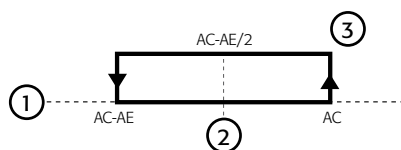

Fig. 4.l
- указывает на повышения предела между Ac и AE (выведенное расчётом: $Ac-AE/2$, смотреть Fig. 4.l);
- указывает превышение установленного значения Ac (смотреть Fig. 4.l);